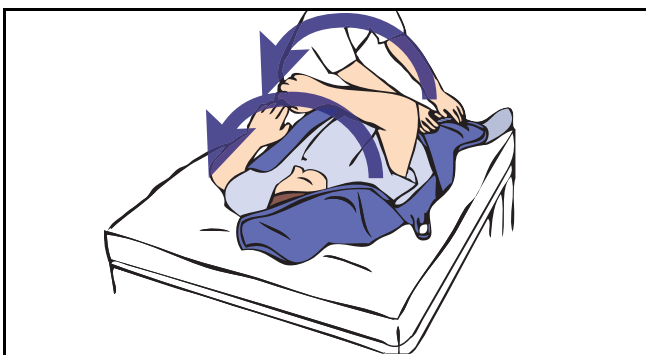

Fig. 23
- 1) Rulla patienten emot dig, vik selen på mitten och lägg den på sängen bakom patientens rygg (se Fig. 23). Kontrollera att selen placerats så att patienten ligger mitt på selen när han/hon vänds tillbaka. Kontrollera också att selens huvudstöd ligger precis under patientens nacke.
- 1) Placera selen runt patienten enligt anvisningarna i avsnittet "Lyfta en patient från en säng" (se Fig. 23 och Fig. 24).